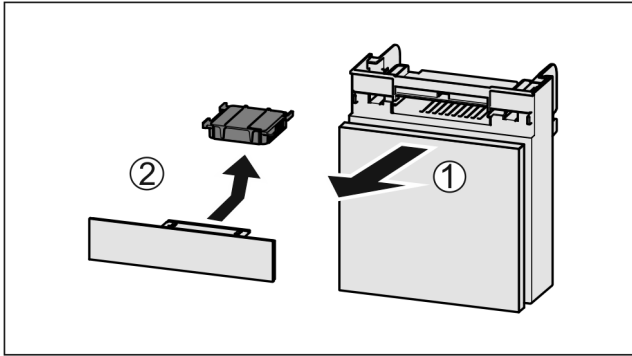

Fig. 87
- ▶ Lade vanaf de voorkant eruit trekken Fig. 87 (1).
- ▶ Actiefkoolfilter verwijderen Fig. 87 (2).